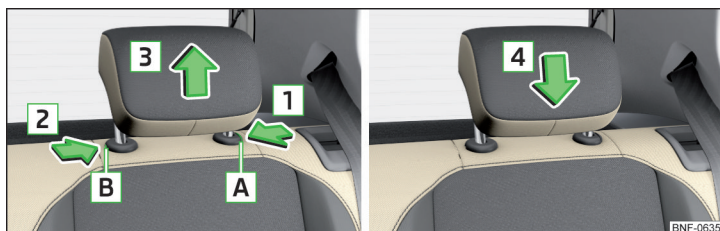

Fig. 54 Scoaterea/introducerea tetierei din spate
- Mențineți tasta de siguranță **A** în sensul săgeții **1** și presați-o totodată cu cheia autovehiculului în orificiul **B** în sensul săgeții **2** și scoateți tetiera în sensul săgeții **3** » fig. 54.